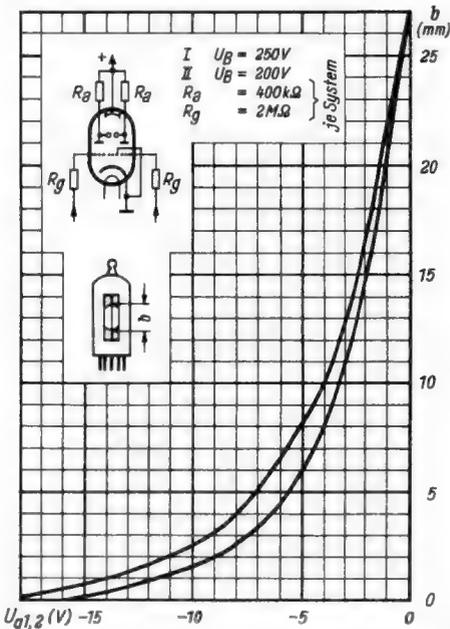

Bild 7. Schattenlänge als Funktion der Gittervorspannung für die einfache Schaltung der Röhre EMM 801
1. Die einfache Schaltung, wie sie für die bisher bekannten Abstimmanszeigeröhren üblich ist. Bild 7 zeigt die Kennlinien hierfür. Die geringfügigen Unterschiede in den Schattenlängen der beiden Systeme lassen sich mit einer Symmetrischaltung beseitigen.